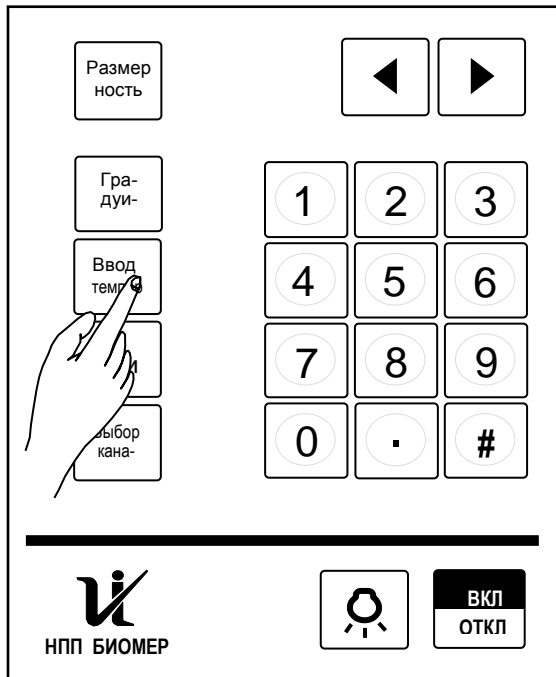
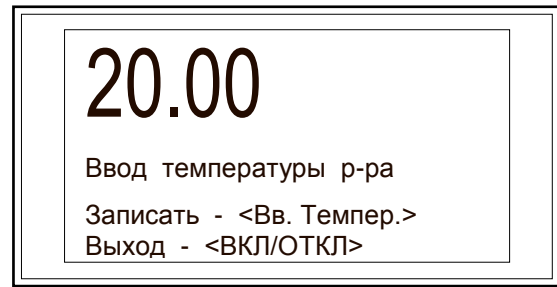

Рисунок 29
Рисунок 30
- нажать кнопку ВВОД ТЕМПЕР на панели прибора (рис. 29). После нажатия кнопки, на экране табло отображается значение температуры раствора, введенное ранее (рис. 30).